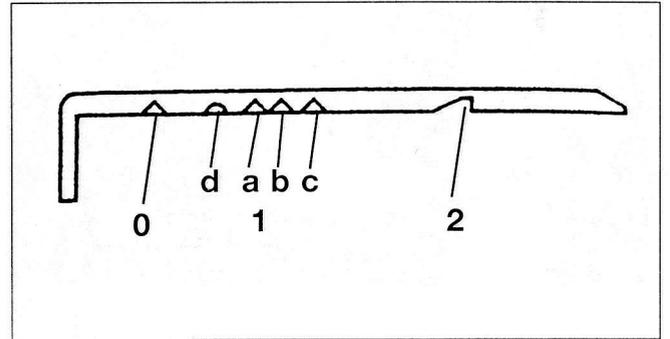

Fig. 25
- Absperrschieber (**G**, Fig. 25 ) je nach Beschaffenheit des Saatgutes in Kerbe **1a**, **1b**, **1c** oder **1d**; siehe Sätabelle „Raps“.